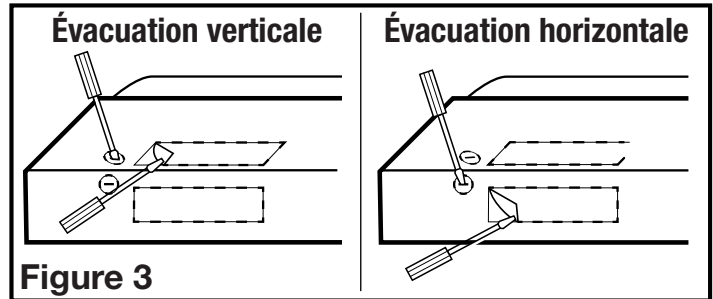

Figure 3
- Évacuation horizontale ou verticale** - Retirez la pièce rectangulaire défonçable. Pour ce faire, insérez un tournevis dans le pourtour et brisez les attaches qui le retiennent. Enlevez ensuite la pièce avec des pinces (**Figure 3**).
- Déterminez par où les fils entreront dans la hotte et retirez l'entrée électrique défonçable appropriée. Pour ce faire, insérez un tournevis dans la fente et faites un mouvement de va-et-vient jusqu'à ce que la pièce se détache (**Figure 3**).